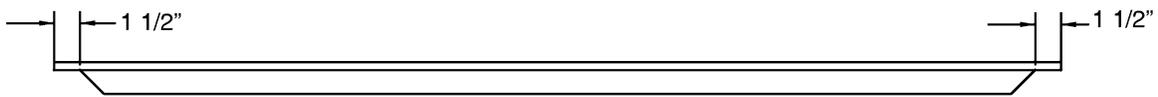

**Fig 3**
- Center the shelf top on top of the shelf braces, making sure to position the braces under the ten holes. Using 1 1/2" #6 or #8 coarse thread drywall screws, screw the shelf top to the shelf braces (Fig. 3).
- Centrez l'étagère sur les supports en veillant à ce que les supports se trouvent juste en dessous les dix trous. Utilisez des vis à filetage large de 1 1/2 po. (3,8 cm) #6 ou #8 pour cloisons sèches, vissez l'étagère dans les supports (Fig.3)